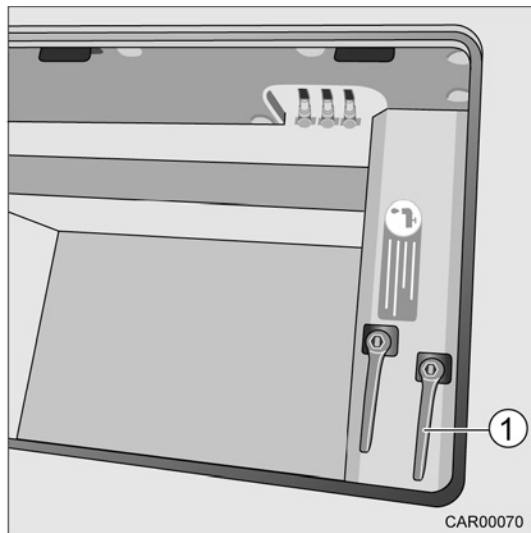

Fig. 163 Vidanger le réservoir d'eau fraîche
3. Ouvrir le robinet de vidange (Fig. 163/1).
7. Fermer le robinet de vidange (Fig. 163/1) et la trappe dans le plancher.